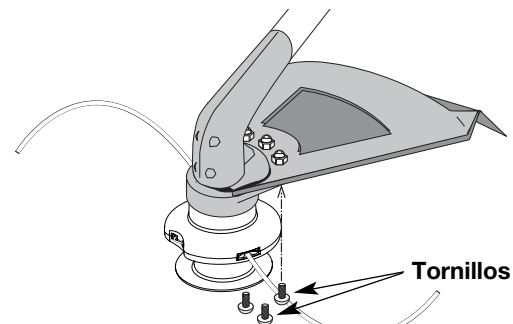

Fig. 5
3. Instale un tornillo en el orificio de la base del protector accesorio de corte y atorníllelo en la tuerca instalada en el paso 2 (Fig. 5). No lo ajuste.